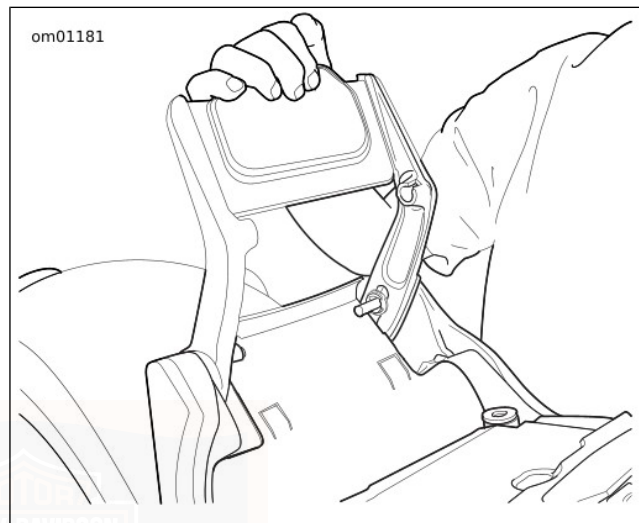

Figura 75. Posizionamento del sostegno del sellino: modello FXCWC
2. Vedere Figura 75. Fare scorrere verso l'alto i perni di rotazione del sostegno del sellino nelle scanalature dei montanti dell'alzata, quindi ruotare il sostegno del sellino di circa 180 gradi.